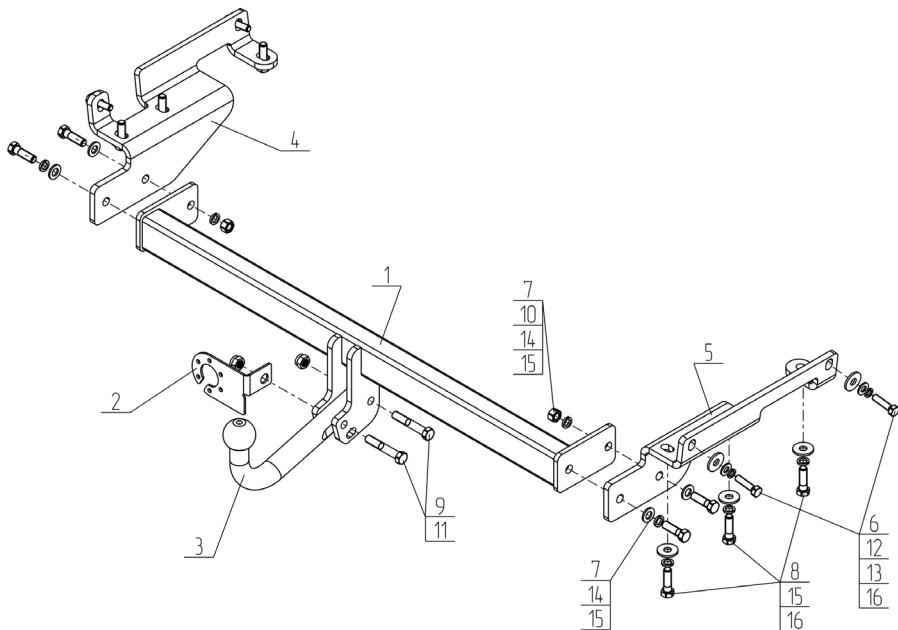

Рис.1.
- Установить кронштейны (поз.4,5) с помощью крепежных элементов, показанных на Рис. 1. Крепеж не затягивать;